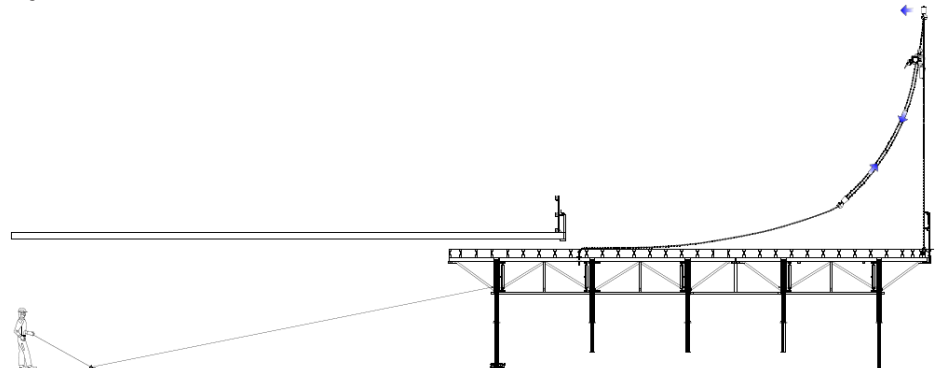

Fig. A3.09
8. Une fois que l'anneaux de levage SKYTABLE a franchi le bord de la dalle, tendez complètement les chaînes de levage avec le compensateur et positionnez le crochet de la grue au-dessus du centre de gravité de la table. (Fig. A3.09, A3.10)